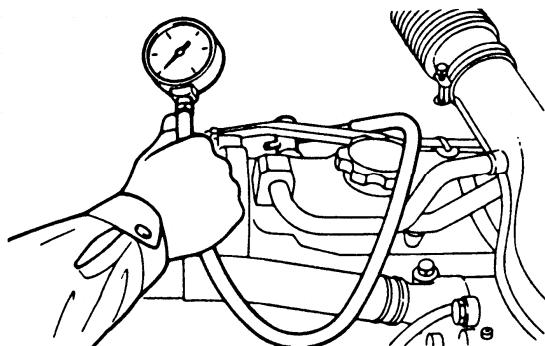

图 2-130 安装压力表
(1) 核实机油、起动电动机和蓄电池都处于正常状态。
(2) 发动发动机并让它预热至冷却液温度达到 80~90℃。
(3) 拆下高压电线。
(4) 将 4 个火花塞全拆下。
(5) 用曲柄转动发动机以把异物从气缸除去。注意用抹布等盖着火花塞孔，以防当异物排出时散落。人们应离开火花塞孔侧，如果水、机油、燃油还在有隙缝的气缸内侧便测量压缩力，热水，机油和燃油将从火花塞孔喷出，这是十分危险的。
(6) 将发动机转速表安装好。
(7) 如图 2-130 所示，将气缸压缩压力表接合器和气缸压缩压力表放在其中一个火花塞孔中。